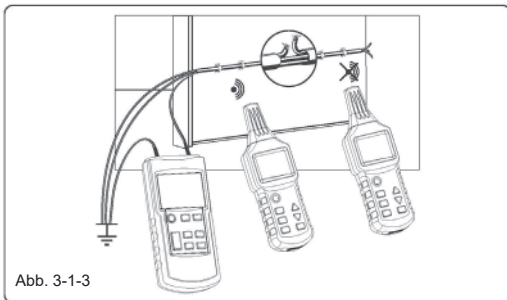

Abb. 3-1-3
- Alle Leitungen, die nicht gebraucht werden, müssen an die Hilfserde gemäß Abb. 3-1-3 angeschlossen werden.
- Schließen Sie den Transmitter an einen Leitungsanschluss und an eine Hilfserde gemäß Abb. 3-1-3 an.